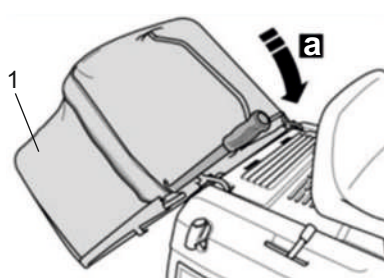

Рис. 24
5. Слегка приподнимите (рис. 24/а) пустой травосборник (рис. 24/1) (см. раздел «Опорожнение травосборника»).